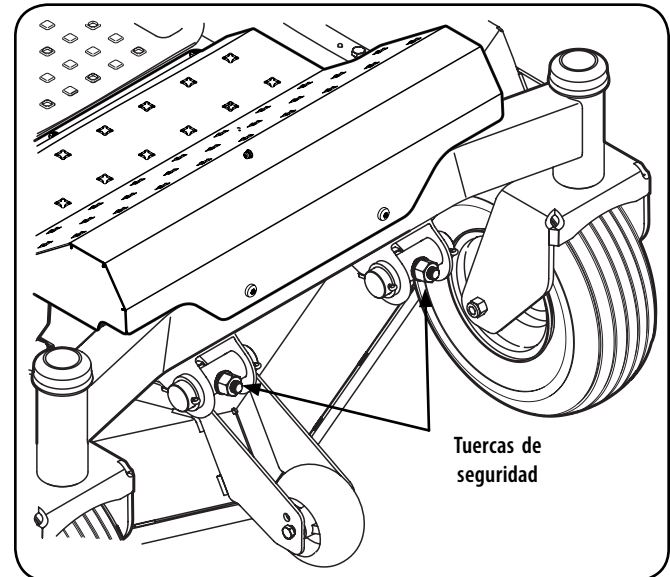

Figura 33
8. Con una llave, levante o baje la parte delantera de la cubierta girando la tuerca de seguridad en la barra de elevación de la plataforma delantera y fjela con las tuercas de bloqueo traseras. . Vea la Figura 33.